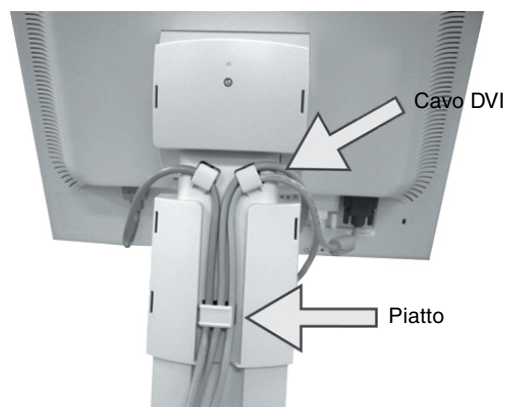

Figura C.3
7. Inserire il cavo DVI nei ganci specifici indicati nella **figura C.3**.
8. Assicurarli che tutti i cavi siano piatti contro il supporto (**figura C.3**).